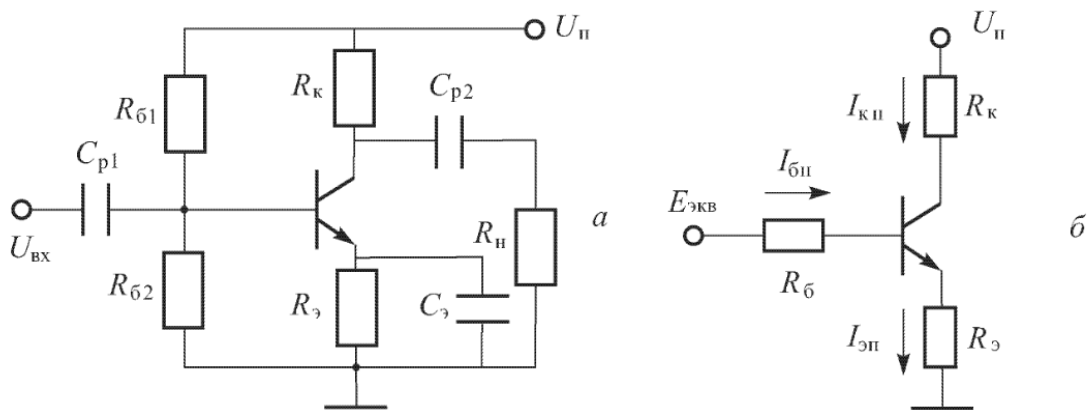

Рисунок 1 – Эквивалентная схема резисторного усилителя
1. Определить точку покоя резисторного усилителя (рисунок 1) на транзисторе КТ 3176 А9, если: $U_n = 10$ В, $R_k = 19,5$ Ом, $R_3 = 0,5$ Ом, $R_{61} = 385$ Ом, $R_{62} = 40$ Ом, $h_{21э} = 180$. Характеристики транзистора приведены на рис. П.3. Определить дифференциальный параметр $h_{11э}$ в точке покоя.
2. Определить точку покоя резисторного усилителя (рисунок 1) на транзисторе 2Т 860 А, если: $U_n = 16$ В, $R_k = 9$ Ом, $R_3 = 1$ Ом, $R_{61} = 650$ Ом, $R_{62} = 100$ Ом, $h_{21э} = 140$.
3. Определить точку покоя резисторного усилителя (рисунок 1) на транзисторе 2Т860 А, если: $U_n = 24$ В, $R_k = 19$ Ом, $R_э = 1$ Ом, $R_{б1} = 900$ Ом, $R_{б2} = 100$ Ом, $h_{21э} = 130$. Характеристики транзистора приведены на рис. П.1. Определить дифференциальный параметр $h_{11э}$ в точке покоя.